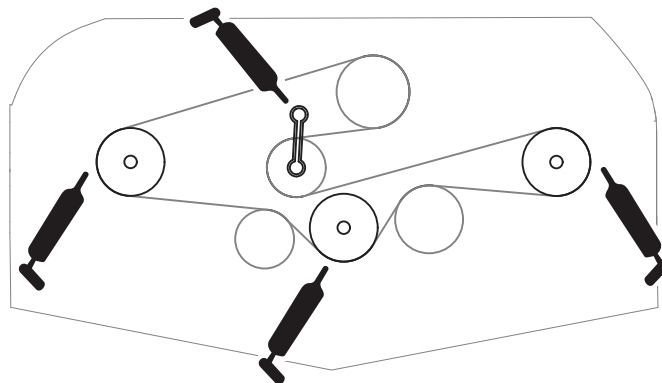

Figura 16
- Rulmenți arbore ax (3 - amplasați sub fulie) (Figura 16)
- Rulmenți arbore bra rolă de ghidare (Figura 16)